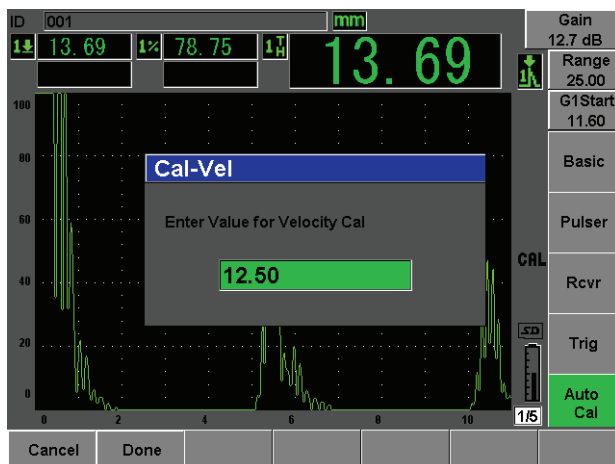

Рис. 2-16 Значение Velocity Cal
14. Настройте показанное значение на нужную толщину с помощью ручки или кнопок со стрелками. В этом примере преобразователь подсоединен к ступени 12,5 мм (см. Рис. 2-16 на странице 45).